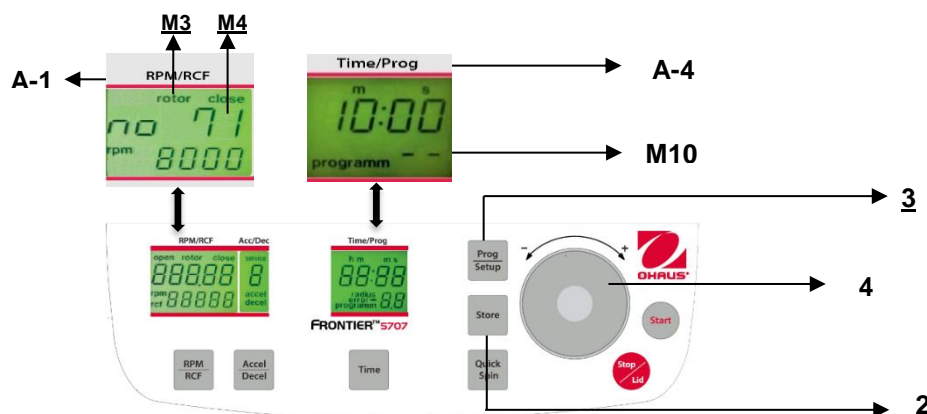

Figura. 23
Per richiamare i programmi salvati, premere il tasto **"Prog/Setup"** (3) (fare riferimento alla figura 23) quando il coperchio è già chiuso. Sul display **"Time/Prog"** (A-4), appare la parola **"programm -"** (M10). Il numero di programma desiderato può essere preselezionato mediante la quadrante di regolazione (4).